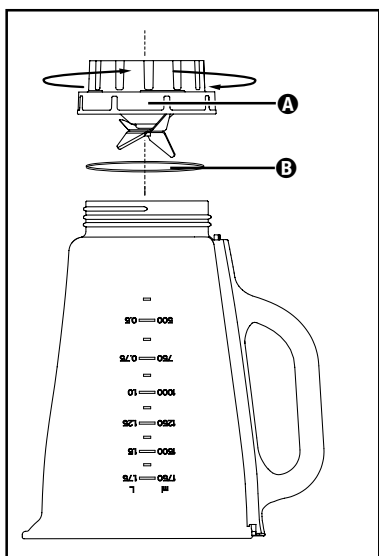

Fig. 3
- 2) Capovolgere l'apparecchio e ruotare l'accessorio **A** con le lame di taglio **4** in senso antiorario in modo da poterlo staccare dal contenitore dell'inserto mixer **3** (vedere Fig. 3).